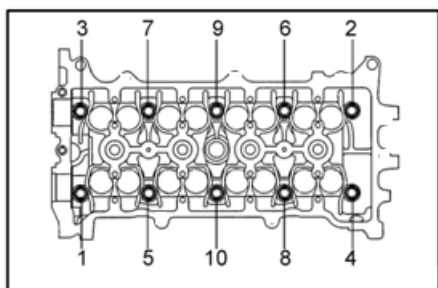

Рисунок II-140
12. Отверните болты головки блока цилиндров в соответствии с очередностью, показанной на рисунке. (см. Рисунок II-140)